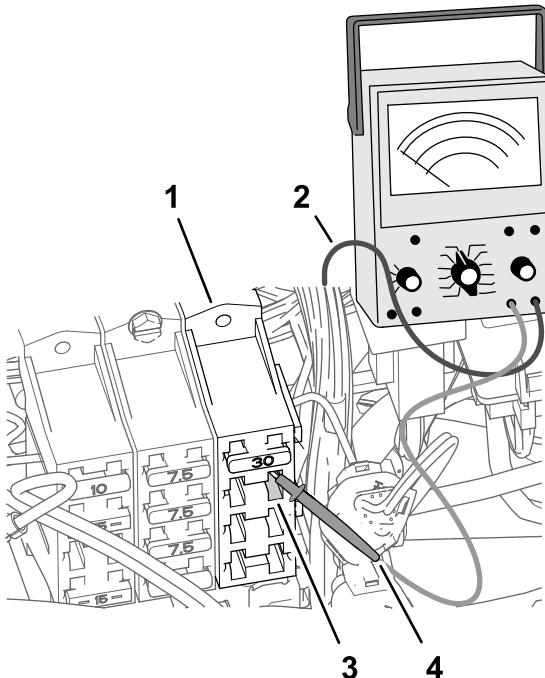

Figura 188
2. Nel portafusibili 3 della macchina, inserite la sonda del multimetro nel contatto 4 (la colonna destra) della presa 2 del fusibile, come illustrato nella Figura 188.